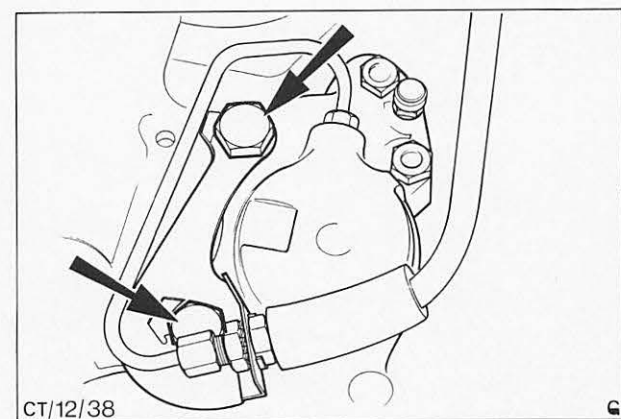

Abb. 19 Lage der Befestigungsschrauben – Bremsattel
2. Bremssschlauch am Sicherungsblech – Bremsattelbefestigung lösen, damit die Befestigungsschrauben zugänglich werden. Leitungsenden mit Stopfen verschließen, Abb. 19.